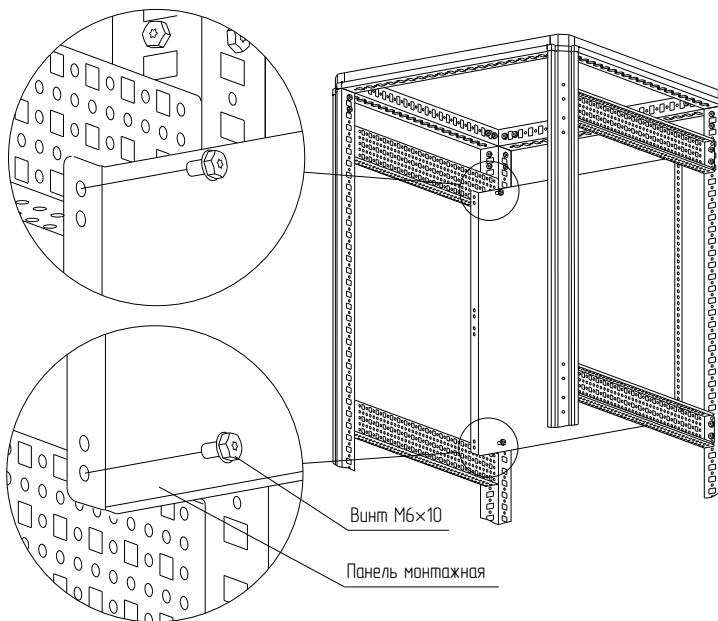

Рисунок 15
– вариант 1. Винтами  $M6 \times 10$  (Рисунок 15). Момент затяжки –  $7$  Н·м. Винты приобретаются отдельно;